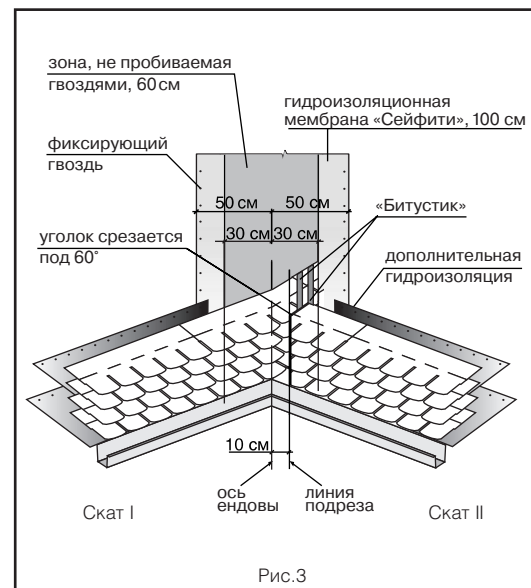

Рис.3
Ендова (рис. 3)
- На прилегающем скате (II) вдоль оси ендовы на расстоянии 30 см от нее отбивается линия.
- Лист, подходящий к ендове со ската II, должен доходить до линии подрезки и обрезаться по ней. Верхний уголок обрезанного края листа подрезается под углом 60° (5 x 3 см - рис. 3).